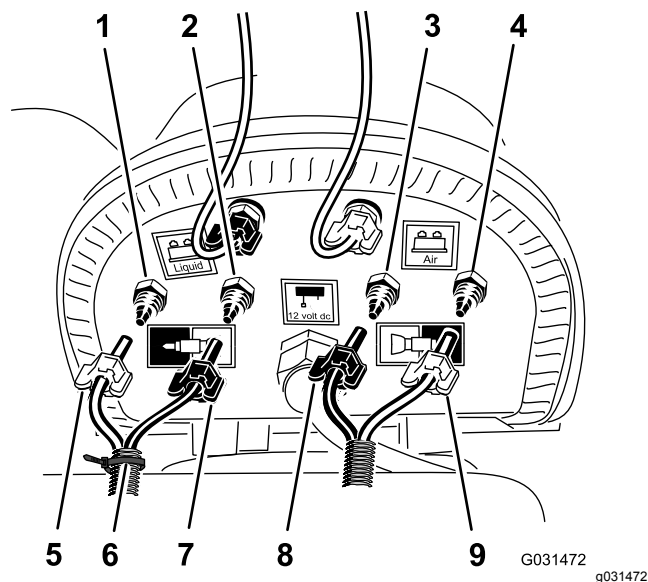

Figura 23
1. En el panel de conexiones del compresor del kit de marcador de espuma, coloque una brida alrededor de los tubos transparente y azul de la sección de brazo derecha (Figura 23).
2. Afloje las tuercas de compresión de los 2 tubos azules y los 2 tubos transparentes de las boquillas de espuma en las secciones de brazo izquierda y derecha (Figura 23).
3. Retire los 4 tubos de los acoplamientos de compresión de las secciones de brazo (Figura 23).